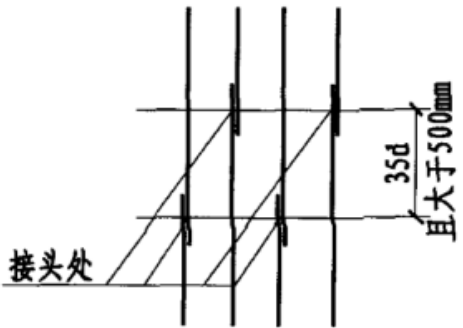
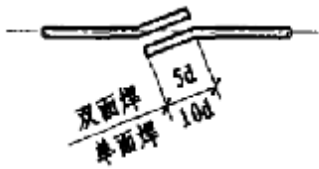
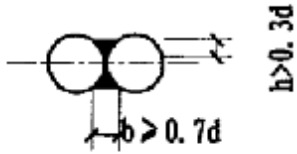

图 5：钢筋焊接连接示意图
图 6：搭接焊示意图
图 7：双面搭接焊焊缝剖面示意图
2、水塔内钢筋应优先采用焊接接头，焊接方式包括搭接焊和电渣压力焊等。钢筋焊接连接示意图 5. 搭接焊的搭焊长度为：双面焊 5d，单面焊 10d（d 为钢筋直径）。钢筋搭焊连接示意图 6、图 7。